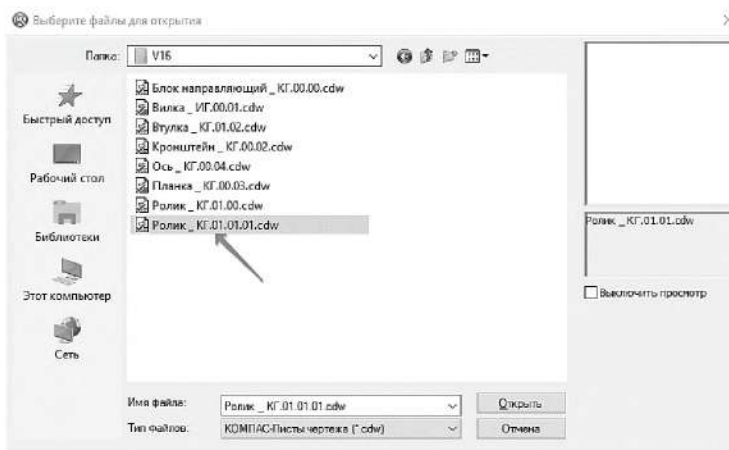

Рисунок 4.61. Выбор документа
3.5.4 В диалоге открытия файлов, в папке Блок направляющий, укажите чертеж *Ролик_КГ.01.01.01* и нажмите кнопку **Открыть** (рисунок 4.61).